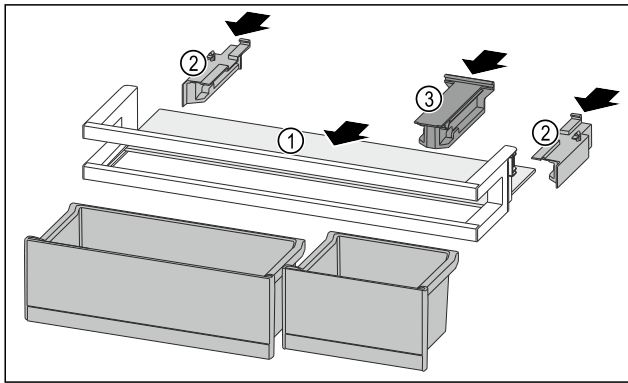

Fig. 183
- ▶ Odkládací plochu Fig. 183 (1) zasuňte do bočních vybrání.
- ▶ Boční díly Fig. 183 (2) vložte.
- ▶ Držák Fig. 183 (3) vložte.